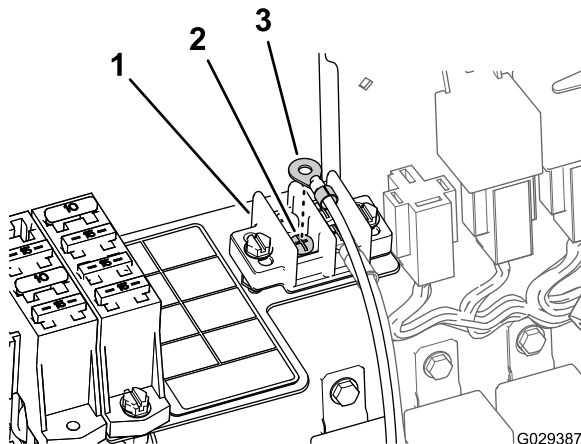

Figure 19
1. Enlevez la vis du bornier de masse (Figure 19).
2. Fixez la cosse à anneau du faisceau du kit de finition au bornier de masse au moyen de la vis retirée à l'opération 1 (Figure 19).